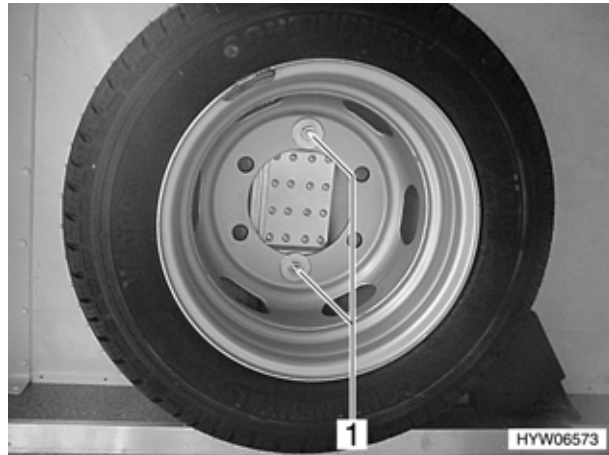

Fig. 177 Ruota di scorta nel gavone di coda (variante 2)
- Svitare i due bulloni (Fig. 177,1) con una chiave per dadi di fissaggio ruota.